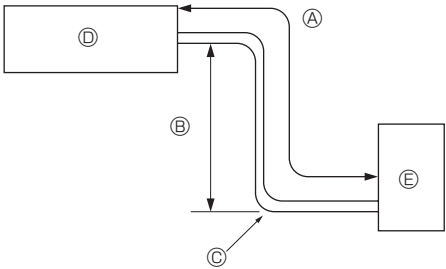

Fig. 2-1
2.1. Труба холодоагенту (Fig. 2-1)